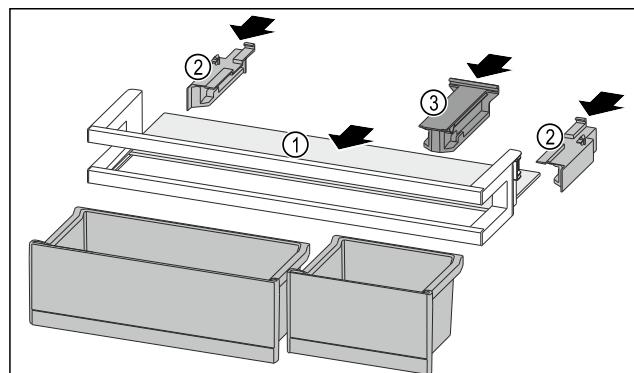

Fig. 94
- Introduzca el estante Fig. 94 (1) en los huecos laterales.
► Inserte las partes laterales Fig. 94 (2).
► Inserte la pieza de retención Fig. 94 (3).